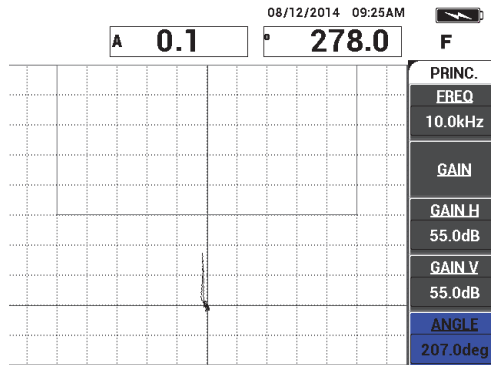

Figure 6-25 Angle de signal réglé vers le haut
- Appuyez sur **ANGLE** (touche E), et puis réglez l'angle du signal de façon à ce que le signal pointe vers le haut en direction de la boîte d'alarme (voir la Figure 6-25 à la page 152).